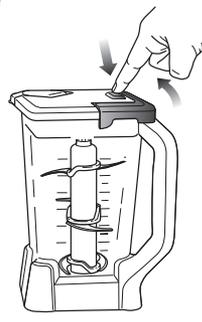

Fig. 10
- 14 Dans le cas de consistances plus épaisses, enlevez soigneusement le couvercle et l'ensemble de lames (par son arbre), et versez le contenu du récipient. Pour enlever le couvercle, appuyez sur le bouton de dégagement sur le couvercle et mettez la poignée à un angle de 90°. Retirez le couvercle du pichet de mélangeur. (Fig. 10)